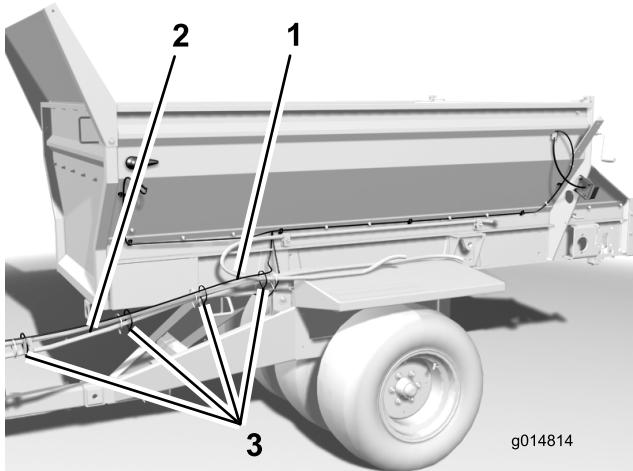

Bild 8
13. Befestigen Sie den Kabelbaum mit Kabelbindern an den Hydraulikschläuchen, die zum Traktor verlaufen (Bild 8).